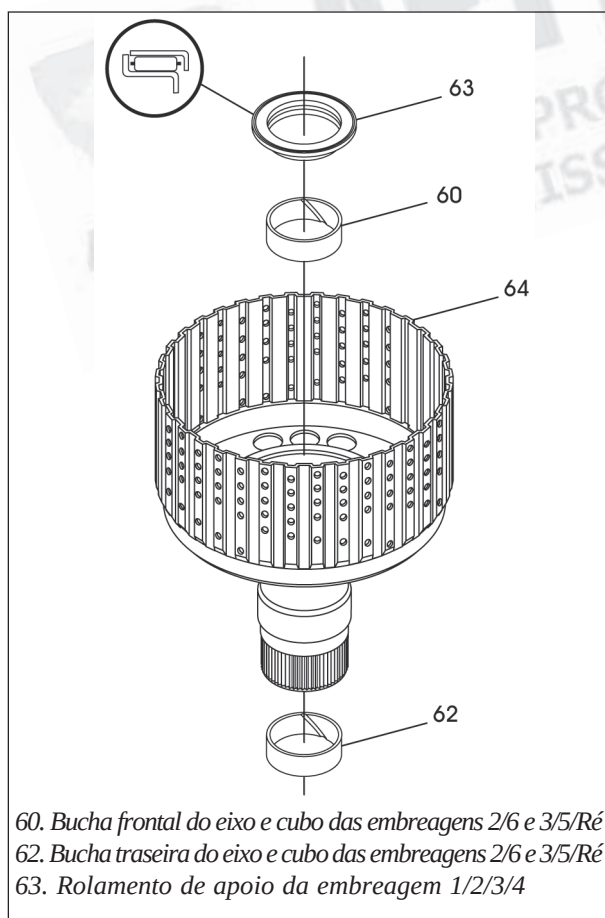

Figura 121
3. Instale novas buchas se necessário, conforme mostra a figura 121, utilizando a ferramenta adequada.
4. Instale o rolamento de apoio do cubo da embreagem 1/2/3/4, conforme mostra a figura 121, fixando-o com um pouco de vaselina neutra.